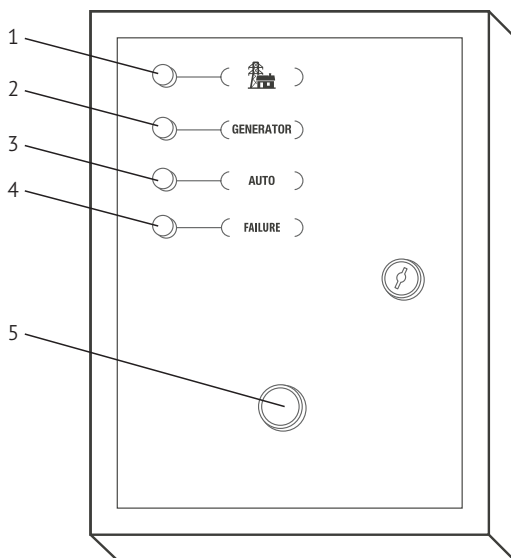

Рис. 1
Сначала запустите генератор в ручном режиме с его панели, в положении Основного переключателя «ВЫКЛ–OFF» блока ATS (5) рис.1, тем самым проверив работоспособность генератора, и затем вы можете использовать режим «АВТО-AUTO» для автоматической работы системы ATS.
- Переместите Основной переключатель (5) рис.1 в положение «АВТО-AUTO» на блоке ATS, система ATS будет работать автоматически и готова для последующих пусков генератора в автоматическом режиме.
Если вам нужно вручную запустить генератор, поставьте основной переключатель блока ATS (5) рис.1 в положение «ВЫКЛ–OFF» и запустите генератор обычным способом.